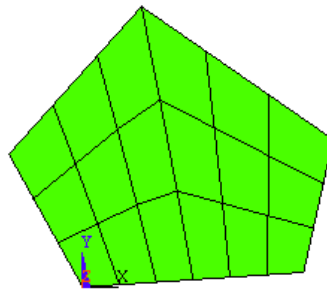

图4.49 五边形面映射分网结果
(7) 接着弹出面拾取对话框，在图形视窗中选择五边形面，单击【OK】按钮即可。得到的映射分网结果如图 4.49 所示。